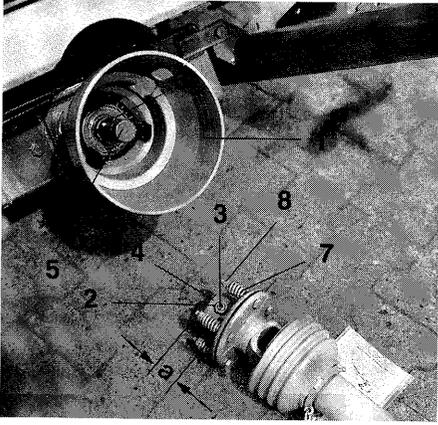

Fig. 10.13
- Kontermutter (Fig.10.13/2) lösen und Gewindestift (Fig.10.13/3) herausdrehen.
- Anschlußgabel (Fig. 10.13/4) mit Fett auf Getriebeeingangswelle (Fig.10.13/5) aufstecken.
**Auf vollständige Überdeckung der Paßfeder (Fig. 10.13/6) achten!**
- Spezialgelenkwelle gegen axiale Verschiebung sichern. Hierzu Gewindestift mit Innensechskantschlüssel fest anziehen und mit Mutter (Fig.10.13/2) kontern.
2. Federn (Fig.10.13/7) durch Lösen der Muttern (Fig. 10.13/8) entlasten.